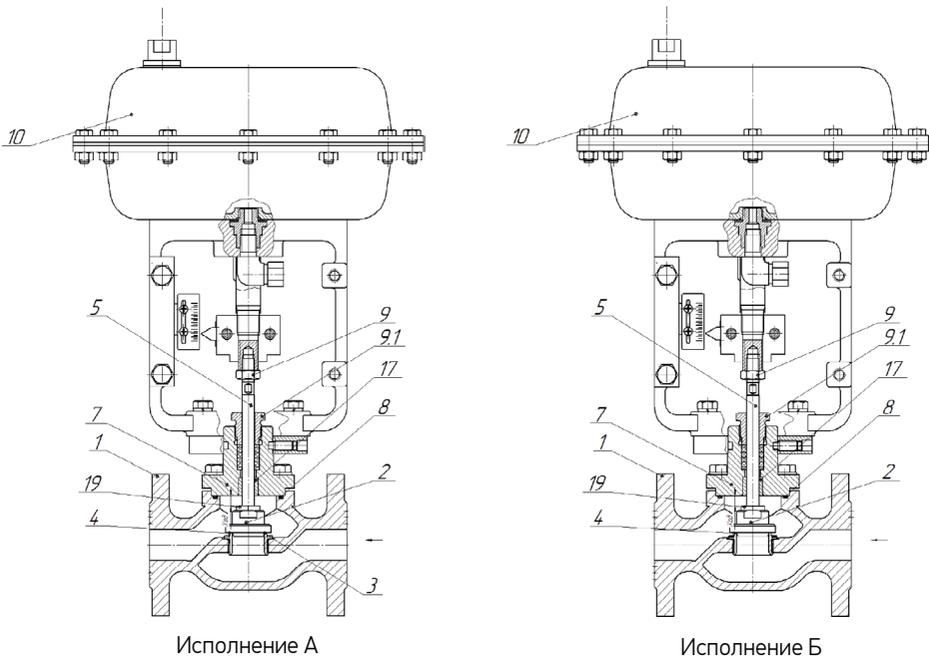

Рисунок 2
3.1.2. Клапан исполнение - А (рисунок 2), состоит из следующих основных узлов и деталей:
Клапан исполнения Б (рисунок 2 б) состоит: